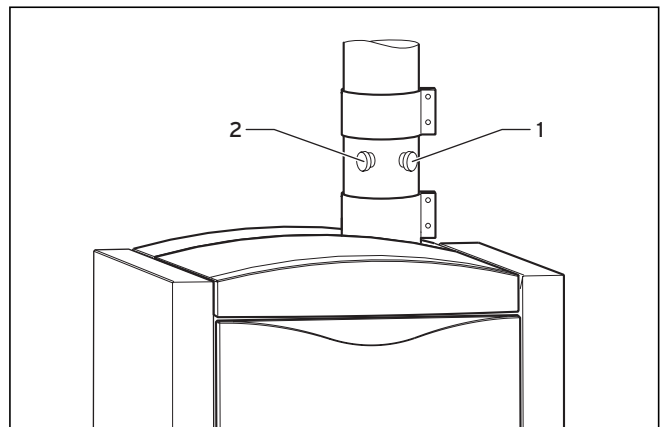

Abb. 7.3 Messöffnungen
- Aktivieren Sie den Schornsteinfeger-Betrieb, indem Sie gleichzeitig die Tasten „,-“ (3) und „,+“ (4) des DIA-Systems drücken.
- Schrauben Sie die Verschlusskappen von den Prüföffnungen (1) und (2) (siehe Abb. 7.3) ab.
- Nehmen Sie Messungen im Abgasweg am Prüfstutzen (1) vor (Eintauchtiefe: 110 mm). Messungen im Luftweg können Sie am Prüfstutzen (2) vornehmen (siehe Abb. 7.3) (Eintauchtiefe: 65 mm).
- Schrauben Sie die Verschlusskappen wieder auf die Prüföffnungen (1) und (2) (siehe Abb. 7.3).